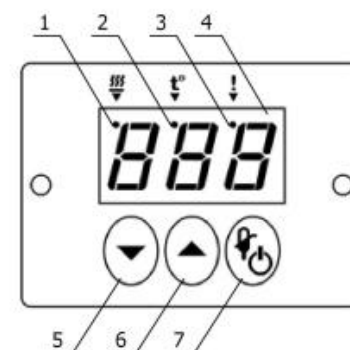

Рисунок 2 — Лицевая панель регулятора
2.3.1 После подключения сетевого кабеля бани к электрической сети регулятор температуры переходит в режим ожидания. В этом режиме светодиодное табло 4 (рисунок 2) погашено, индикатор 3 периодически загорается на непродолжительное время. Регулятор температуры не реагирует на органы управления, за исключением кнопки включения 7.
2.3.2 Для перевода регулятора из режима ожидания в рабочий режим нажать кнопку 7 (рисунок 2) и удерживать ее в нажатом состоянии не менее половины секунды.
- одновременно нажать кнопки 5 и 6 (рисунок 2). На светодиодном табло 4 отобразится номер текущей программы регулирования: «ПГ1» (вода) или «ПГ2» (ПМС-100);
2.5.1 Для входа в режим установки температуры временно нажать кнопку 7 (рисунок 2). Загорится индикатор режима ввода уставки 2 и на табло 4 появится текущее значение установленной температуры регулирования.
2.5.3 Для выхода из режима установки температуры временно нажать кнопку 7 (рисунок 2).
- нажать и удерживать кнопку 6 (рисунок 2) в нажатом состоянии до появления на светодиодном табло 4 надписи «Сог»;